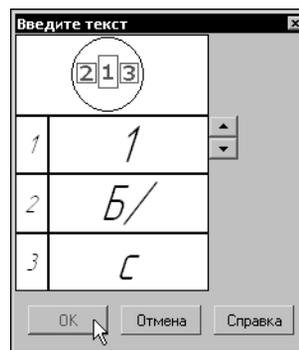

Рис. 29.24. Диалог ввода текста координационной оси
Автопродолжение действует для **обозначения оси** — букв или чисел, введенных в первое поле ввода диалога ввода текста (см. рис. 29.24 на с. 309) или выбранных из контекстного меню поля **Текст** Панели свойств (см. рис. 29.23).
- ▼ Если необходимо ввести букву и номер или отредактировать текущее обозначение, следует вызвать диалог ввода текста (рис. 29.24), щелкнув левой кнопкой мыши в поле **Текст** или при помощи команды **Текст надписи...** из контекстного меню поля чертежа.